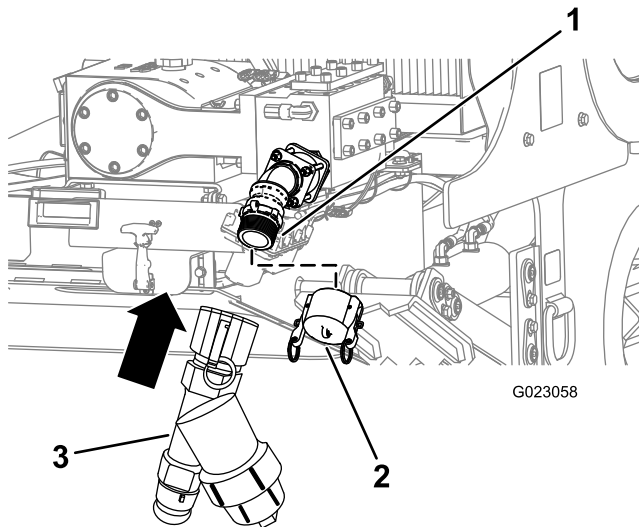

Figura 48
1. Retire a tampa da sucção da bomba (Figura 48).
2. Alinhe o filtro "Y" com a rosca na sucção da bomba (Figura 48).